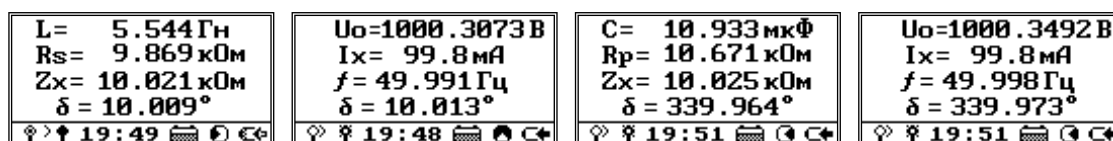

Рисунок 102
7.7.9 Для объектов индуктивного характера рассчитываются (рисунок 102):